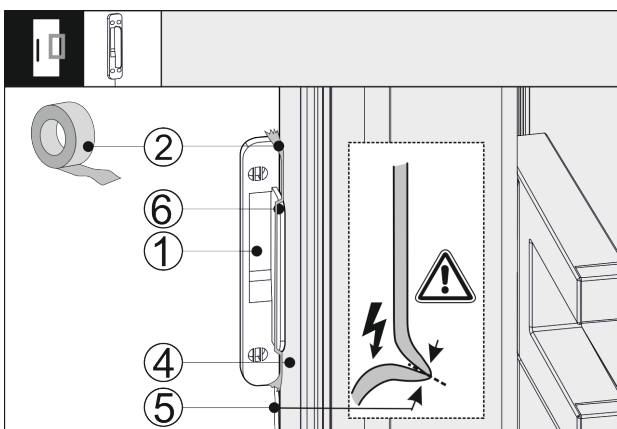

Fig. 41
- ▶ Установите датчик стука Fig. 41 (1) сбоку на двери устройства Fig. 41 (4) так, чтобы упор Fig. 41 (6) прилегал к двери устройства Fig. 41 (4). Кабель датчика Fig. 41 (5) слегка натянут и также прилегает к двери устройства Fig. 41 (4).
- ▶ Зафиксируйте датчик стука Fig. 41 (1) клейкой лентой Fig. 41 (2). Позже датчик стука будет прикручен к мебельному фасаду.